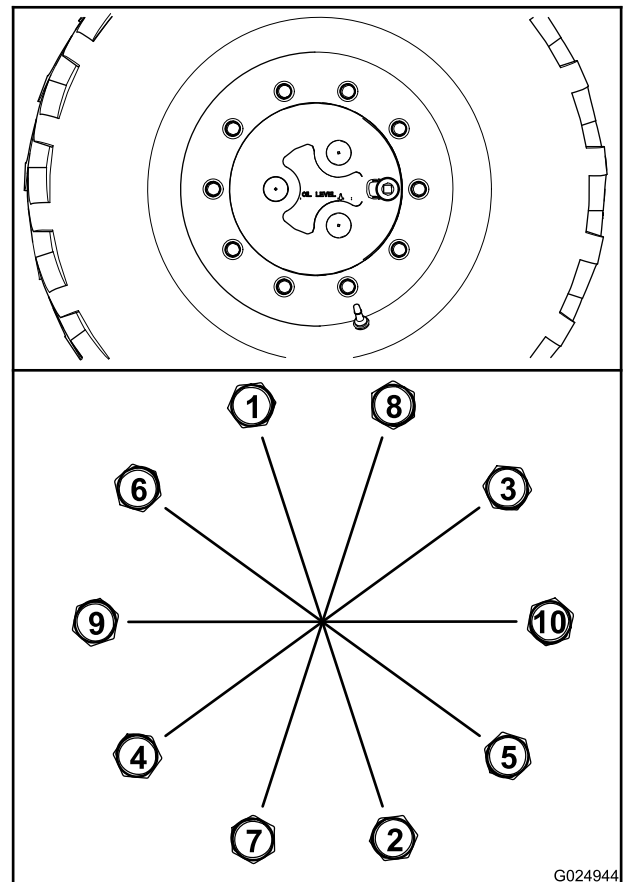

Figura 83
- A. Apriete todas las tuercas de las ruedas a 100 N-m en la secuencia indicada en la Figura 83.